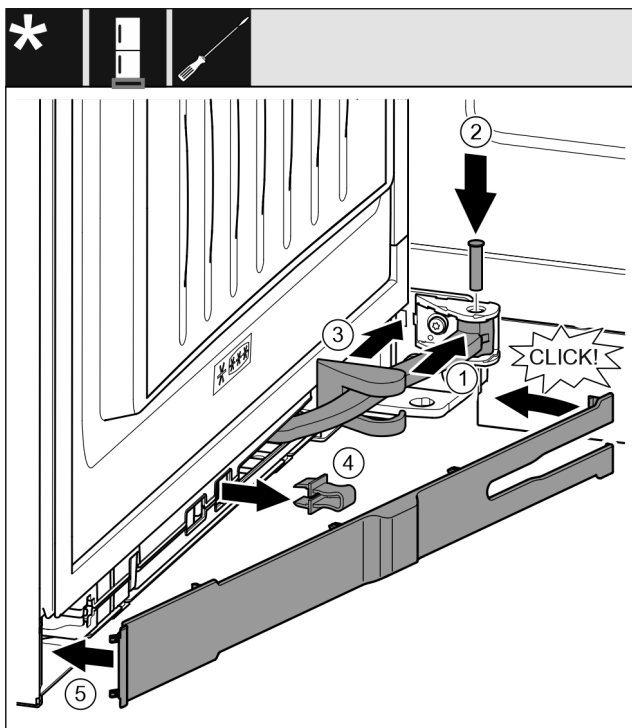

Fig. 67
- Okrenite zglob Fig. 67 (1) u ovjesu.
- Odvijačem umetnite svornjak Fig. 67 (2) u ovjes i zglob. Pritom se pobrinite za to da uskočna izbočina ispravno leži u utoru.
- Pomaknite pokrov podloška ležaja Fig. 67 (3) uzduž zgloba i montirajte ga iznad ovjesa.
- Skinite osigurač Fig. 67 (4).
- Postavite masku Fig. 67 (5) na stranu ručke i zakrenite je prema unutra.